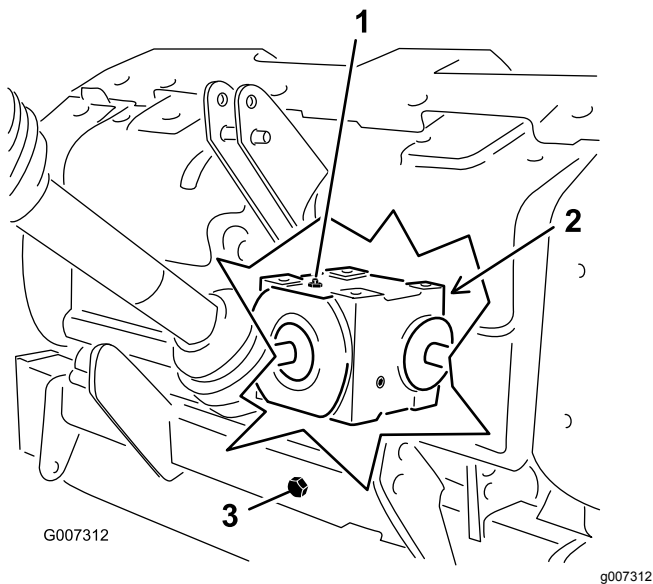

图31
2. 从齿轮箱上拆下检查塞 图31。
3. 确保油位达到 齿轮箱中检查塞孔的底部图31。
1. 清洁加油塞和排油盖周围的杂质避免污染图31。